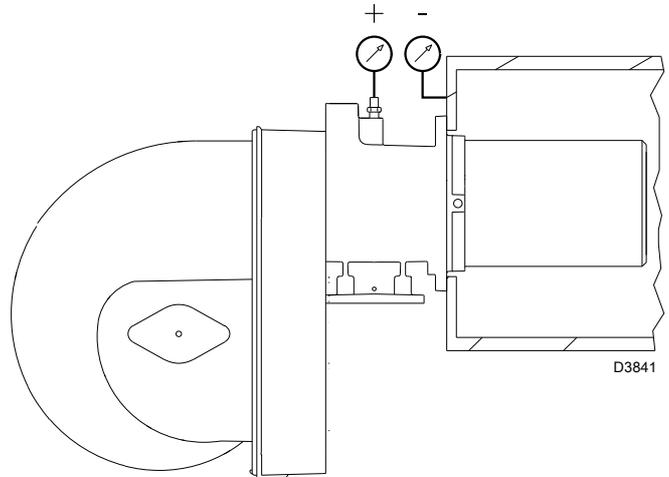

图 26
- ▶ 接一个燃气压力表 (图 26) 在燃气压力测试点上。
燃气到达管路接口处时会显示在 U 型压力表 (图 26) 上。
参考数值一般可在第 页 20 中查到，在 U 型压力表上读出燃气压力 ( 见 图 26 )，并按 页 20 上所示进行操作。